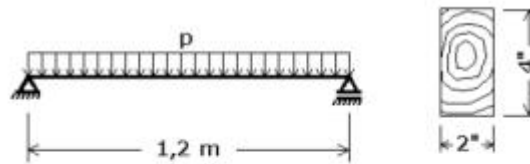

Figura 1
- a) Calcular p_{adm} para la viga de la figura 1, si está construida con una escuadría de madera de 2"x4" ($\sigma_{adm}^{madera} = 8 \text{ MPa}$).